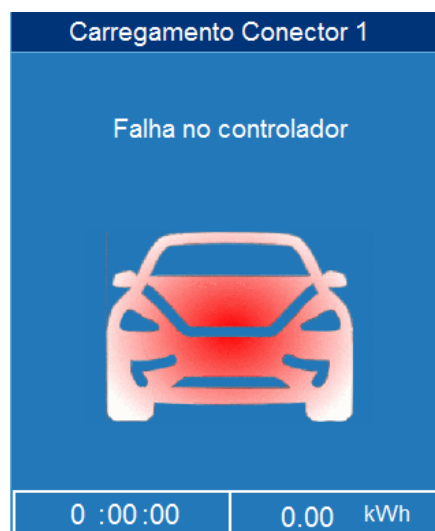

Figura 5.12: IHM: Falha no carregamento
- **Falha na comunicação com o veículo ou falha no controlador:** a estação indicará via sinalização luminosa na cor **VERMELHA** e no display da estação de recarga será apresentada uma mensagem conforme figura 5.12 (para modelos com IHM).